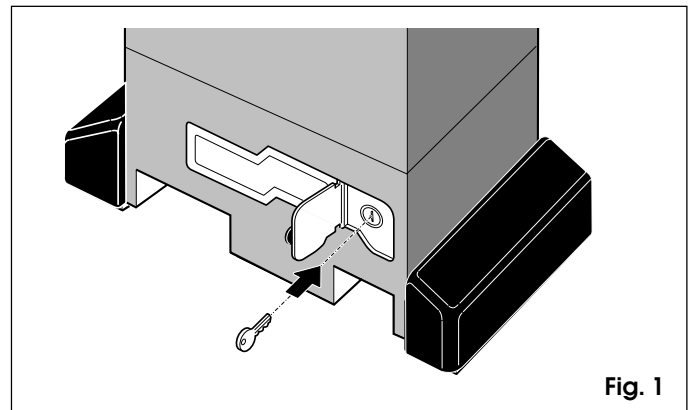

Fig. 1
Para acceder al depósito hay que quitar temporalmente el tapón de llenado del aceite (Fig.1 ref.8).
- 1) Abran la portezuela de protección e introduzcan la llave en dotación en la cerradura (Fig.1).